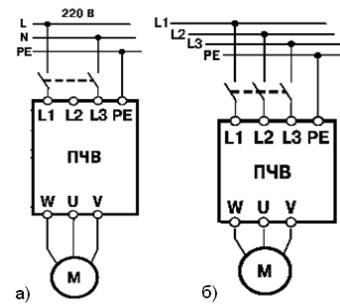

Рисунок 2 - Схема подключения ПЧВ1 и ПЧВ2:
**ВНИМАНИЕ!** Для однофазного питания используйте ТОЛЬКО входы L1, L3 (рисунок 2).